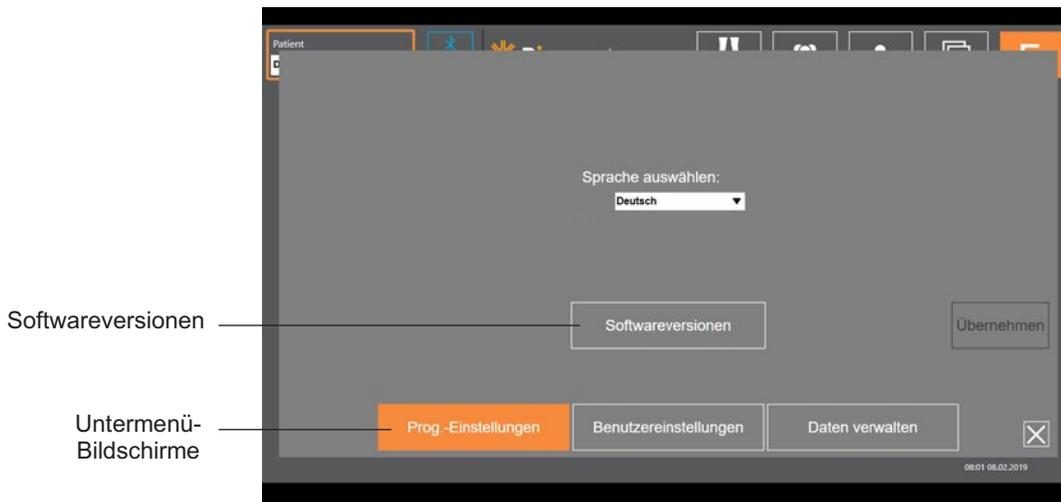
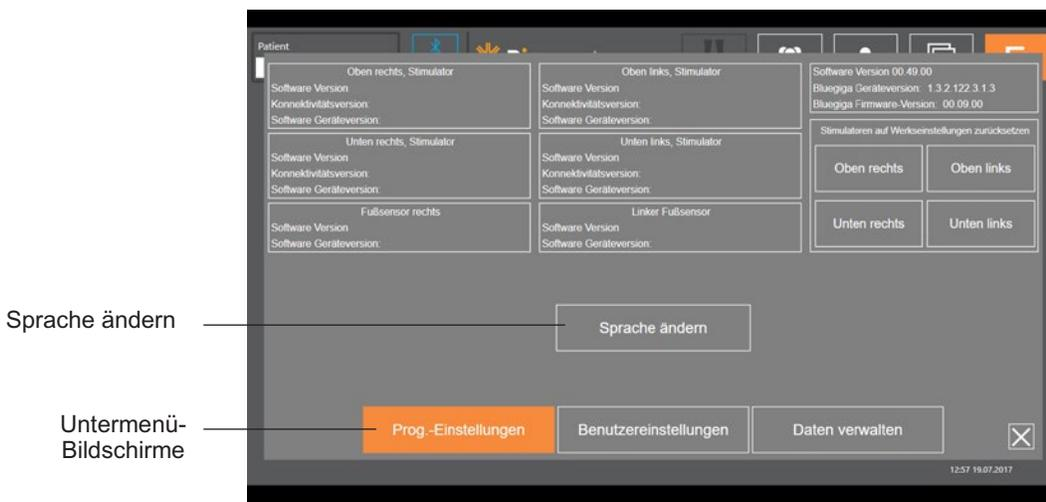

Abbildung 7-14: Anwendungseinstellungs-Bildschirm – Sprache ändern
Abbildung 7-15: Anwendungseinstellungs-Bildschirm – Softwareversionen
Im Anwendungseinstellungs-Bildschirm, der von allen Bildschirmen aus über das Symbol  unten rechts aufgerufen werden kann, können Sie Spracheinstellungen vornehmen sowie Benutzerprofile und Daten verwalten. Der Anwendungseinstellungs-Bildschirm verfügt über drei Untermenü-Bildschirme. Siehe Abbildung 7-14.
- Prog.-Einstellungen: Hier können Sie die Spracheinstellung auswählen, Softwareversionen anzeigen und die Stimulatoren auf die Werkseinstellungen zurücksetzen. Drücken Sie auf „Softwareversionen“ oder „Sprache ändern“, um zwischen den verfügbaren Bildschirmen zu wechseln. Siehe Abbildung 7-14 und Abbildung 7-15.
- Drücken Sie auf das Anwendungseinstellungssymbol  , und wählen Sie dann „Softwareversionen“ aus, um die Optionen zum Zurücksetzen auf die Werkseinstellungen anzuzeigen. Siehe Abbildung 7-14.